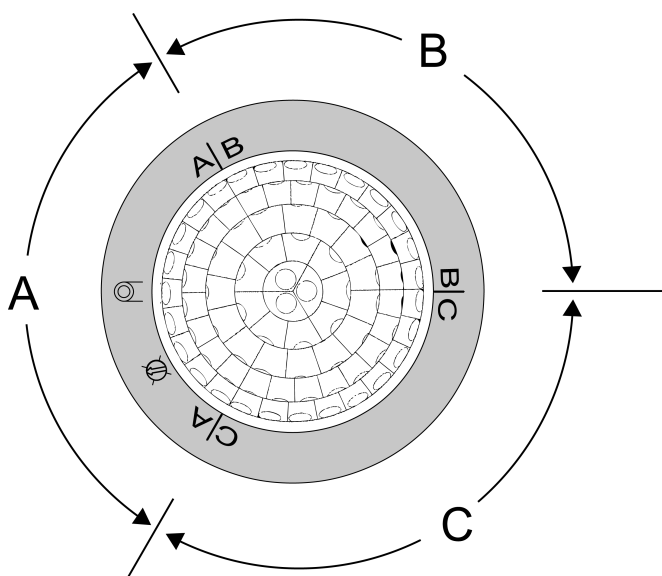

Figura 6: La disposición de las zonas A, B y C
- Orientar la caja de conexión (1) de forma que las zonas A, B y C se ajusten a las características constructivas. La disposición puede verse debajo del anillo embellecedor (véase figura 6).